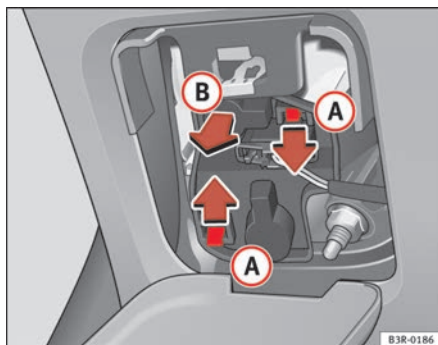

Abb. 216 Lampenträger ausbauen
- Drücken Sie auf die Laschen (A) ⇒ Abb. 216 in Pfeilrichtung und nehmen Sie den Lampenträger gemäß dem Pfeil (B) heraus.